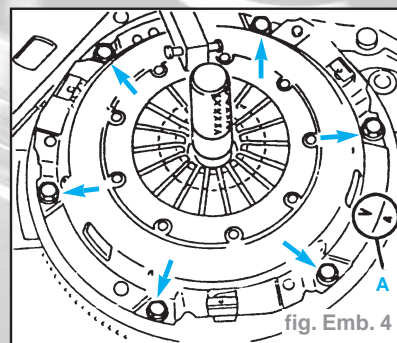

fig. Emb. 4
- Monter le plateau de pression sur le volant-moteur. Les deux repères "A" doivent correspondre (fig. Emb. 4).